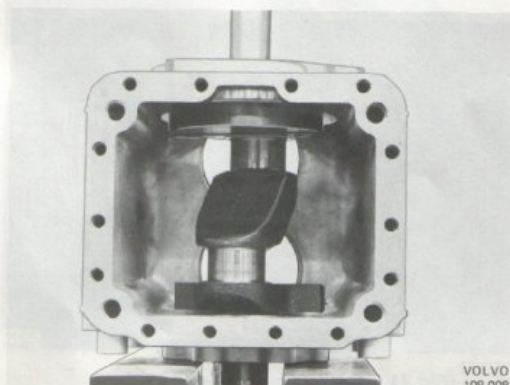

Bild 65. Montering av vevaxel i vevhus
12. Trä ner vevaxeln i vevhuset och rikta in den noggrant mot lagrets innerring samt pressa därefter ner axeln tills inre lagerbanan kommer i kontakt med vevaxelns ansats (bild 65). OBS! Om axeln ej pressas ner ordentligt till kontakt med lagrets innerring kommer lagret att skadas.